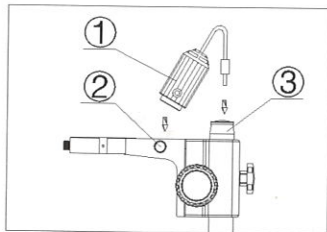

图 6
- (一) 把照明器组件①的凸台对着灯源固定螺钉②插入托架，然后旋紧螺钉：（如图 6）